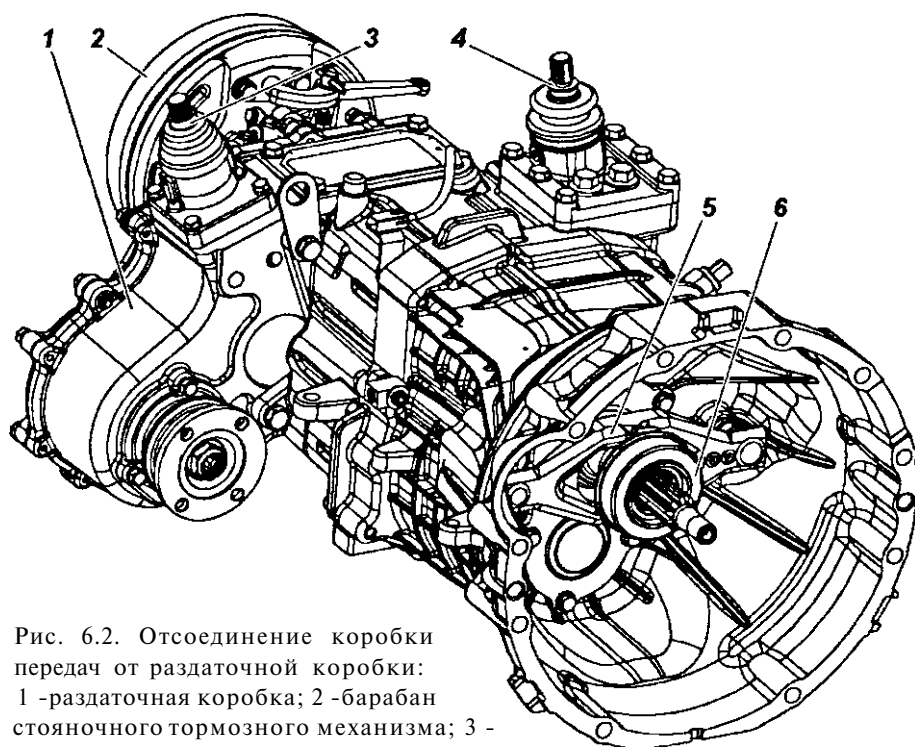

Рис. 6.2. Отсоединение коробки передач от раздаточной коробки:
1. Установите агрегат вертикально на барабан 2 (рис.6.2) стояночного тормозного механизма